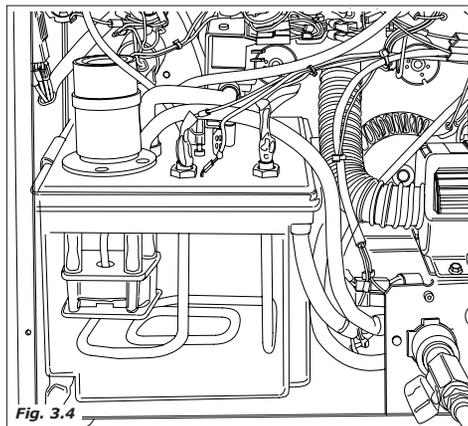

Fig. 3.4
- A eletroválvula fixada sobre o tanque solúveis ativa-se para introduzir no misturador a quantidade de água selecionada (Fig. 3.4)